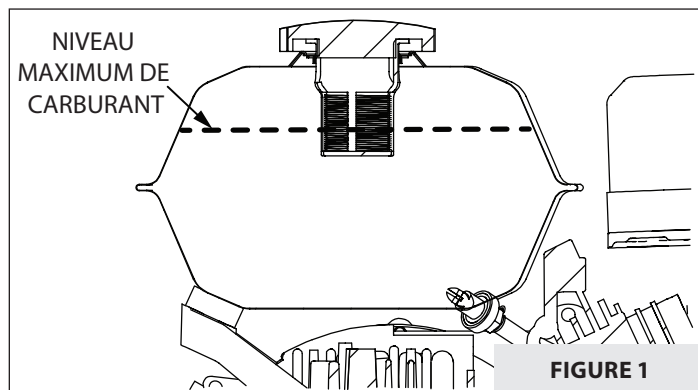

FIGURE 1
3. Remplir le réservoir jusqu'au niveau limite de carburant (indiqué par le tamis de remplissage du réservoir). **VOIR FIGURE 1.**